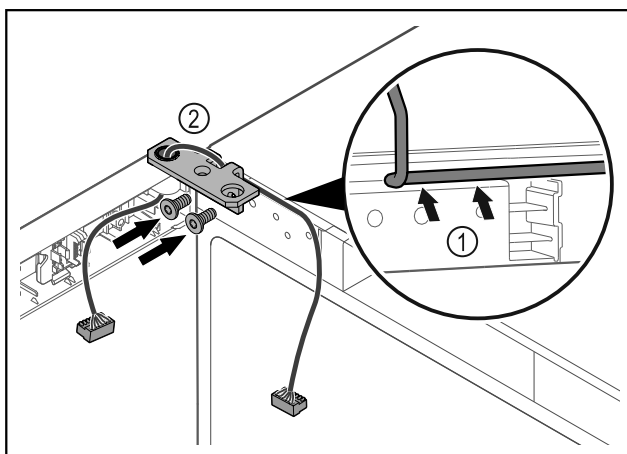

Fig. 48
- Introdurre il cavo nel foro della cerniera angolare e posarlo con cautela Fig. 48 (1).
- Avvitare la cerniera angolare Fig. 48 (2).